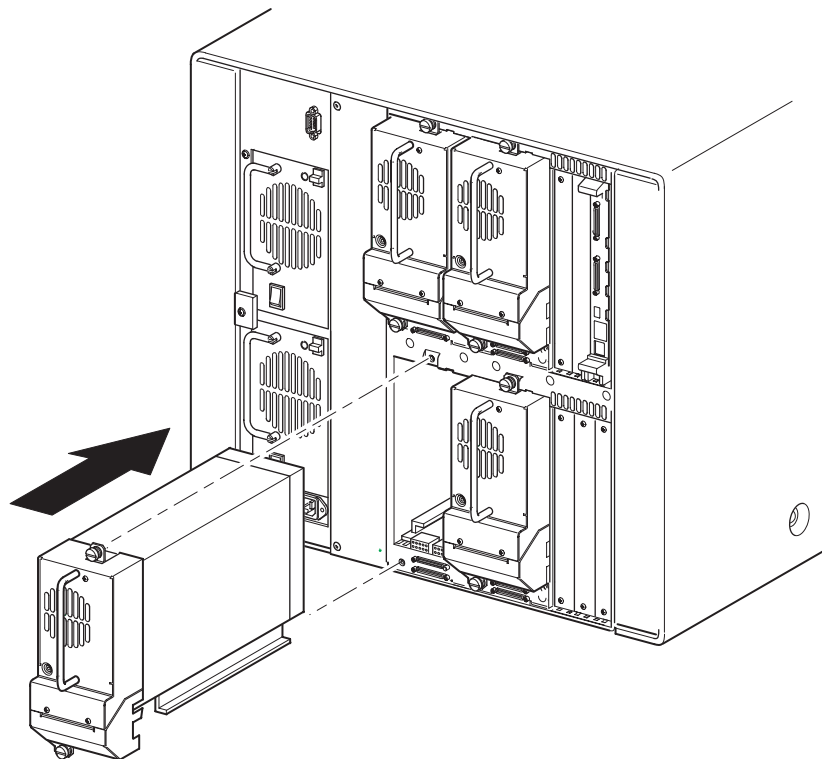

Figura D-2: Installazione di un'unità a nastro (MSL5052)
3. Inserire lentamente l'unità a nastro nell'alloggiamento. Spingere l'unità a nastro fino in fondo per fissarla completamente ai connettori posti sul lato posteriore della libreria (vedere la Figura D-2).